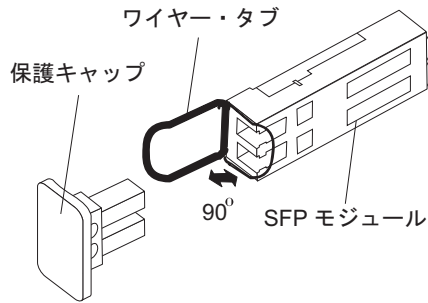

図 28. SFP モジュール・ラッチのアンロック - ワイヤー・タブの場合
- ・ワイヤー・タブが入っている SFP モジュールの場合は、58 ページの図 28 に示すように、ワイヤー・ラッチを外側に 90° 引いて SFP モジュールのラッチをアンロックします。